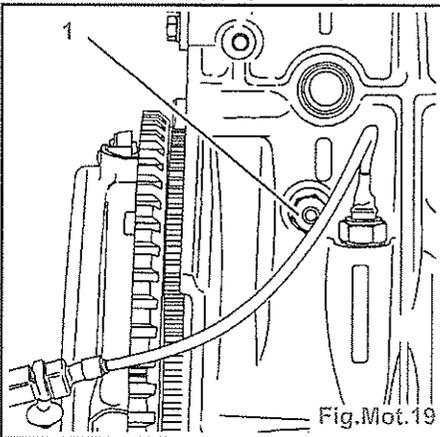

Fig.Mot.19
- Vidanger le bloc moteur en déposant la vis de vidange (1) (Fig.Mot.19).